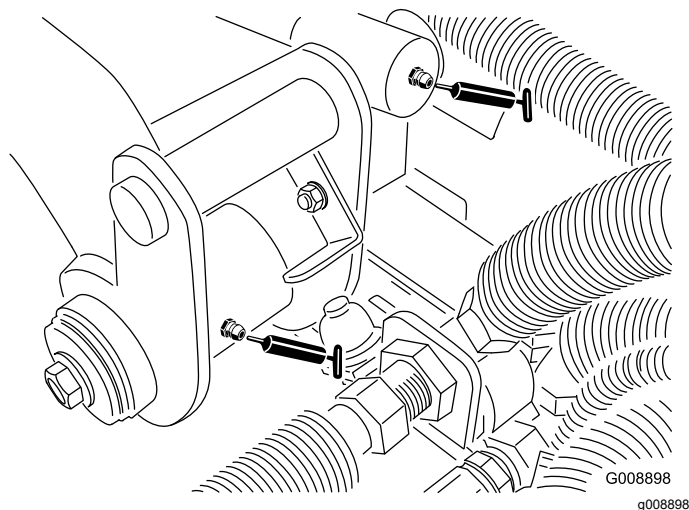

Figura 49
- Pivote y cilindro de elevación del brazo de elevación trasero (2) (Figura 49)